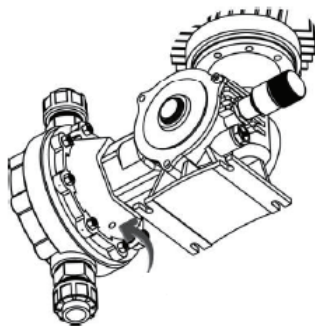

Рисунок 14
4. На боковой стороне перекачивающей секции имеется вентиляционное отверстие. При установке это отверстие должно находиться с нижней стороны. Перекрытие и неправильное положение вентиляционного отверстия может привести к повреждению металлических деталей на задней части дозирующего насоса или утечке смазки. При монтаже убедитесь в правильности установки (см. рисунок 14).